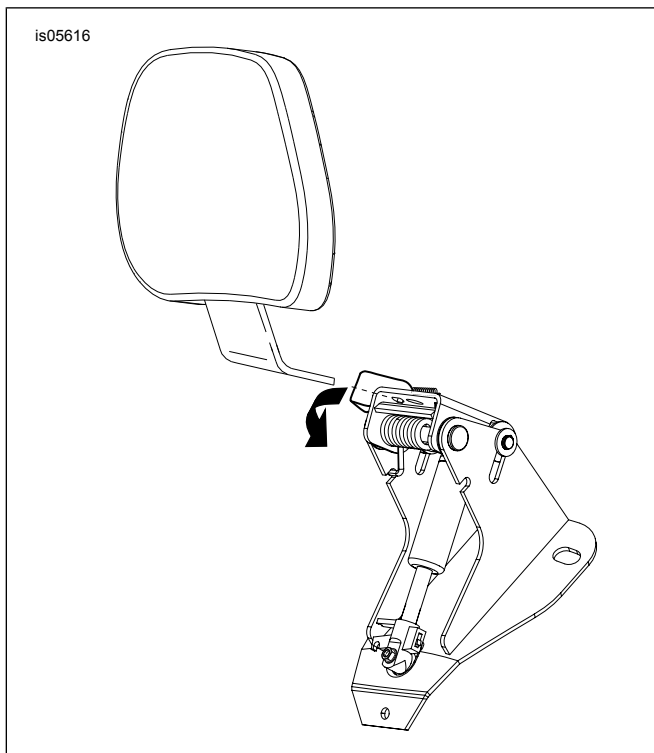

Figura 12. Installazzjoni tal-Backrest
1. Ara Figura 12 . Aghfas fuq il-lieva li tinsab fuq il-bracket tal-backrest kif muri. Daħħal il-backrest u aghfas bil-mod sakemm tfaqqa' f'postha.